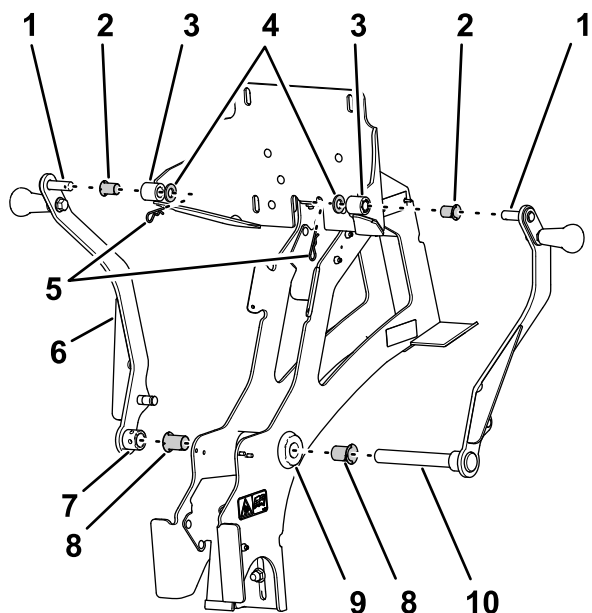

Figura 17
- Introduzca un casquillo con brida ($\frac{3}{4}$ " D.I.) en cada extremo del tubo de pivote del bastidor principal (Figura 17).
- Introduzca un casquillo con brida (1/2" D.I.) en los cubos izquierdo y derecho de la chapa trasera (Figura 17).
- Instale el pasador de giro inferior del brazo de sujeción de la derecha a través del casquillo con bridas en el lado derecho del tubo de giro y el pivote (Figura 17).
- Instale el pasador de giro superior del brazo de sujeción de la derecha a través del cubo derecho de la chapa trasera (Figura 17).
- Sujete el pasador de giro superior a la chapa trasera con una arandela (1/2") y una chaveta (Figura 17).
- Instale el cubo del brazo de sujeción izquierdo sobre el extremo del pasador de giro inferior del brazo de sujeción de la derecha que sobresale a la izquierda del casquillo con bridas de la izquierda en el tubo de giro (Figura 17).
- Instale el pasador de giro superior del brazo de sujeción de la izquierda a través del cubo izquierdo de la chapa trasera (Figura 17).
- Sujete el pasador de giro superior del brazo de sujeción de la izquierda a la chapa trasera con una arandela (1/2") y una chaveta (Figura 17).